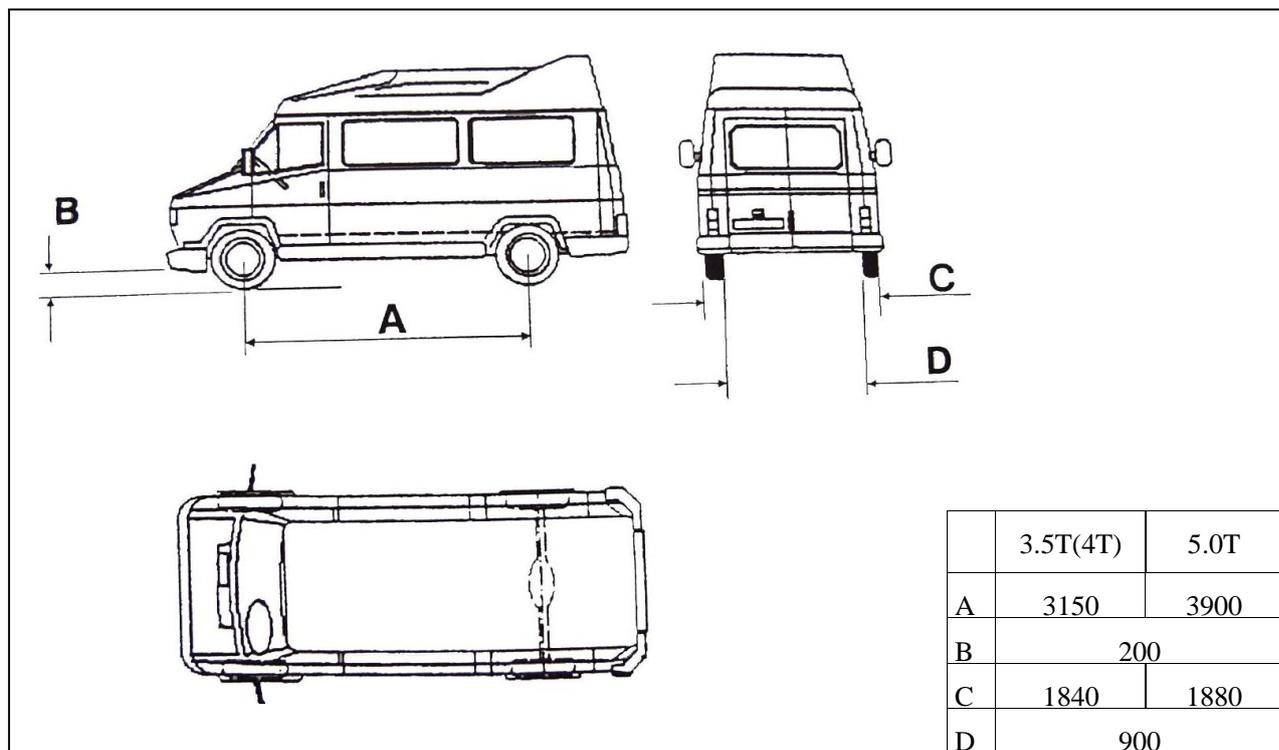

Рис. 8
- Необходимо убедиться, что автомобиль на подъемнике находится в правильном положении (см. Рисунок 8)
В случае перегрузки перепускной клапан на насосной станции должен открыться и вернуть масло в масляный резервуар (см. Рисунок 8)